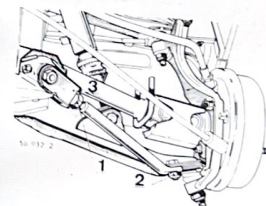

Fig. 5.11. Elementos a retocar para modificar el ángulo de avance.
El ángulo de avance se comprueba con el vehículo vacío. Para reglarlo, se quita (Fig. 5.11) el tornillo (2) de unión del tirante al brazo inferior de suspensión. Se afloja la contratuercas (1) y según se desee aumentar o disminuir el ángulo, se enroscar o desenroscar el tirante en la horquilla (3), vigilando que la parte roscada del tirante sobresalga un poquito dentro de la horquilla.